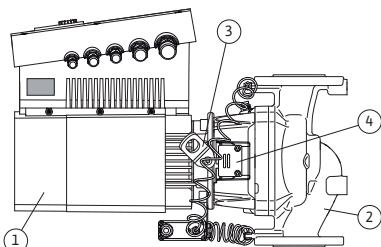

Fig. 10: Pumpe komplet
Det typiske kendeteckn for serien Stratos GIGA er motorens kappekøling. Luftstrømmen ledes optimalt gennem den lange ventilationshætte (Fig. 10, pos. 1) for at køle motoren og elektronikmodulet.
(Fig. 10, pos. 2) viser pumpehuset med en speciel føring af lanternen for at aflaste pumpehjulet.
Transportringene (Fig. 10, pos. 3) skal anvendes iht. kapitel 3 "Transport og midlertidig opbevaring" på side 207 og kapitel 10 "Vedligeholdelse" på side 248.
Det vindue i lanternen, som er afdækket med beskyttelsespladen (Fig. 10, pos. 4), anvendes i forbindelse med vedligeholdelsesarbejder iht. kapitel 10 "Vedligeholdelse" på side 248. Vinduet kan også anvendes til at foretage en kontrol af utætheder, så længe sikkerhedshenvisningerne iht. kapitel 9 "Ibrugtagning" på side 245 og kapitel 10 "Vedligeholdelse" på side 248 overholdes.